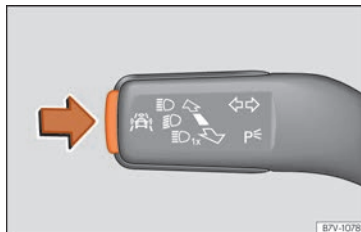

Fig. 48 Sulla leva degli indicatori di direzione e degli abbaglianti: tasti per i sistemi di assistenza alla guida.
- Premere brevemente il tasto » fig. 48 nella direzione indicata dalla freccia per aprire il menu **Assistenti**.